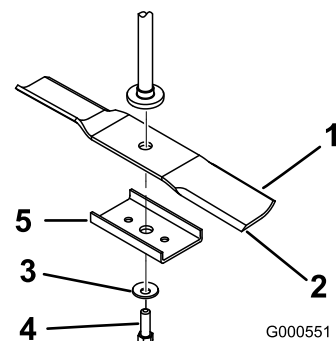

Bild 54
2. Nehmen Sie die Messerschraube, Wellenscheibe, die Messerverstärkung und das Messer von der Spindelwelle ab (Bild 54).
1. Setzen Sie das Messer auf die Spindelwelle (Bild 54).
2. Montieren Sie die Messerverstärkung, die Wellenscheibe (Schalenseite zum Messer) und die Messerschraube (Bild 54).